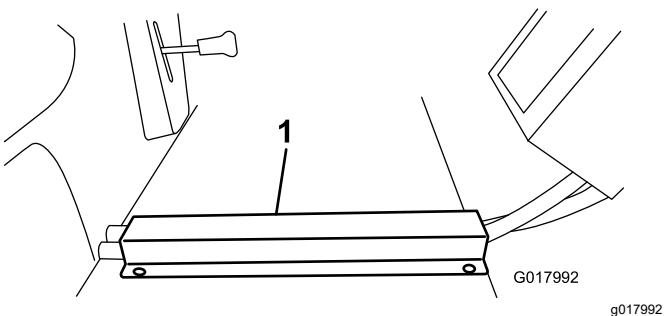

Рисунок 36
- Установите канал для шлангов над шлангами на полу автомобиля и выровняйте передний край по переднему краю пола. Отметьте и просверлите отверстия в полу автомобиля и заверните самонарезающие шурупы (Рисунок 36).